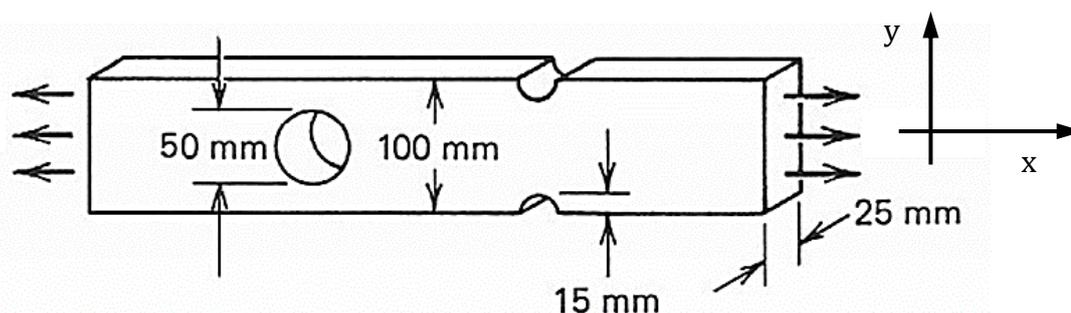

Figura 1.7
1.2.3 A barra da Figura 1.7 é solicitada nas suas extremidades por uma carga axial (eixo x) que varia entre 5 kN e 100 kN e por um momento fletor alternado sincronizado de $M_z = 2000$ Nm. Determine a vida da barra à fadiga sabendo que: